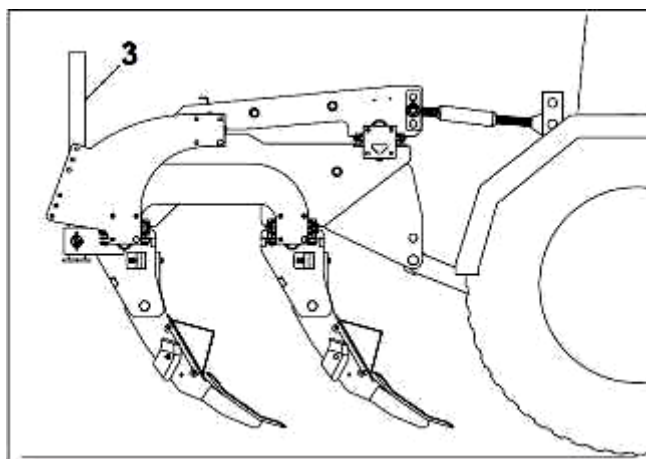

Рисунок 7.
- Поднять опорные стойки (3) (рис. 7).